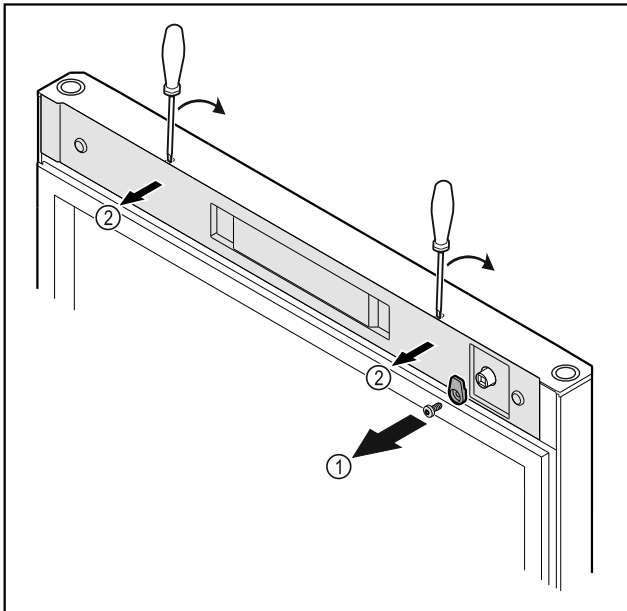

Fig. 12 *
- ▶ Schließhaken Fig. 12 (1) abschrauben.*
- ▶ Abdeckung Fig. 12 (2) mit einem kleinen Schraubendreher ausrasten und abnehmen.*